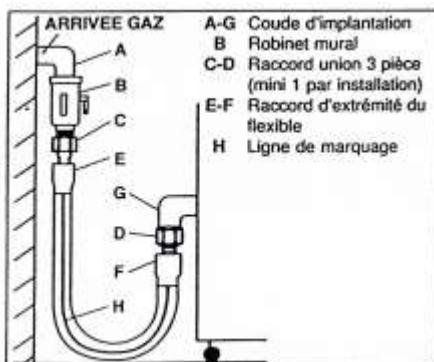

Figure 01
- Le monter impérativement entre des coudes d'implantation à 90° (voir fig. 01).
Pour connecter la rôtissoire à la canalisation d'arrivée du gaz de façon permanente, utiliser un flexible métallique homologué gaz et propane de type TUBOGAZ⁽⁵⁾ ou similaire répondant à la norme NF D 36-123 (voir fig. 01).